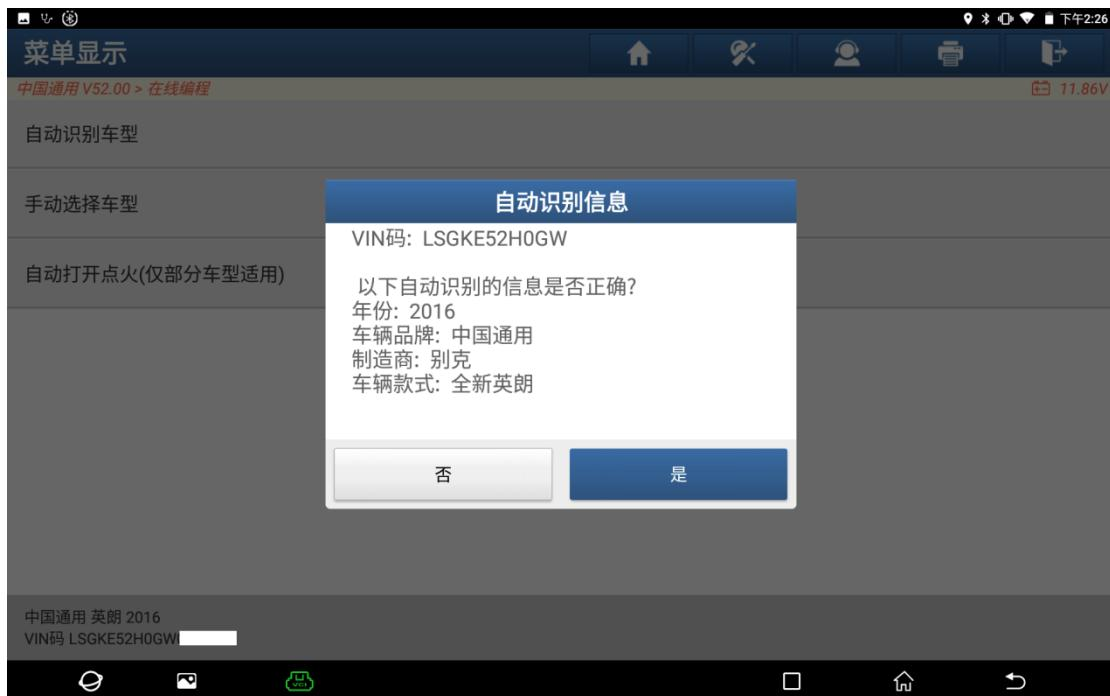

图 4
4. 请确认是否正确，如果不正确，请点击“否”，手动选择车型，否则点击“是”，如图 4。